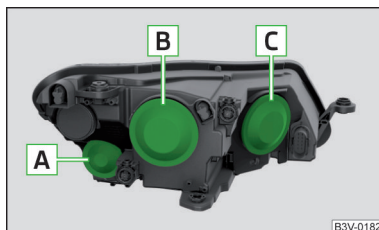

Fig. 363
Orden de bombillas » fig. 363
- » Retirar la tapa protectora **B** y/o **C** » fig. 363 de la pág. 315.
- » Colocar la tapa protectora **B** y/o **C** » fig. 363 de la pág. 315.
- » Retirar la tapa protectora **A** » fig. 363 de la pág. 315.